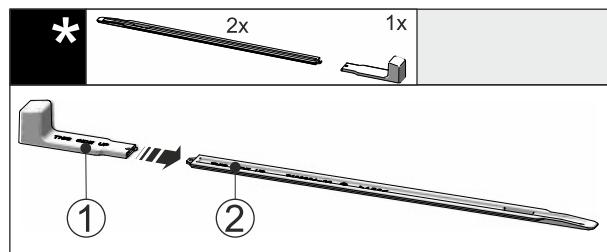

Fig. 54
- ▶ Montážní úchyt Fig. 54 (1) připevněte k nivelační liště Fig. 54 (2).